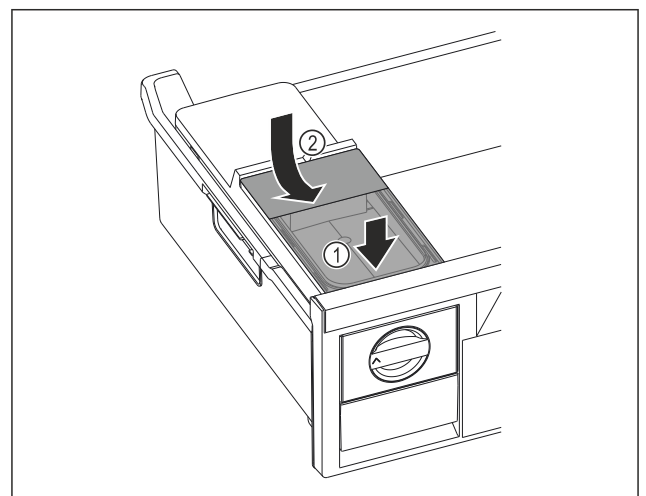

Fig. 76
- ▶ Rezervoar za vodo namestite spredaj. Fig. 76 (1)
- ▶ Zadaj rezervoar za vodo spustite. Fig. 76 (2)